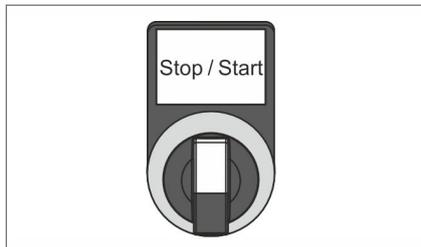

Abb. 42 Wahlschalter [Stop/Start]
05. Wahlschalter [Stop/Start] Abb. 42 in Stellung "Start" drehen.